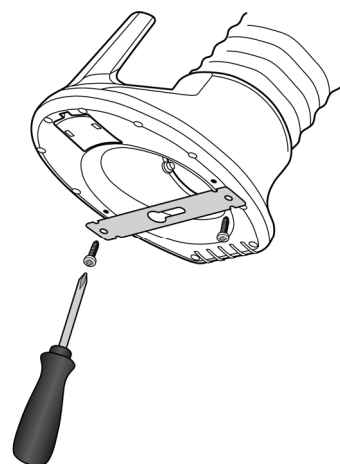

Fig. 2
- 2) プレートをビスで取付けてください。（Fig. 2）